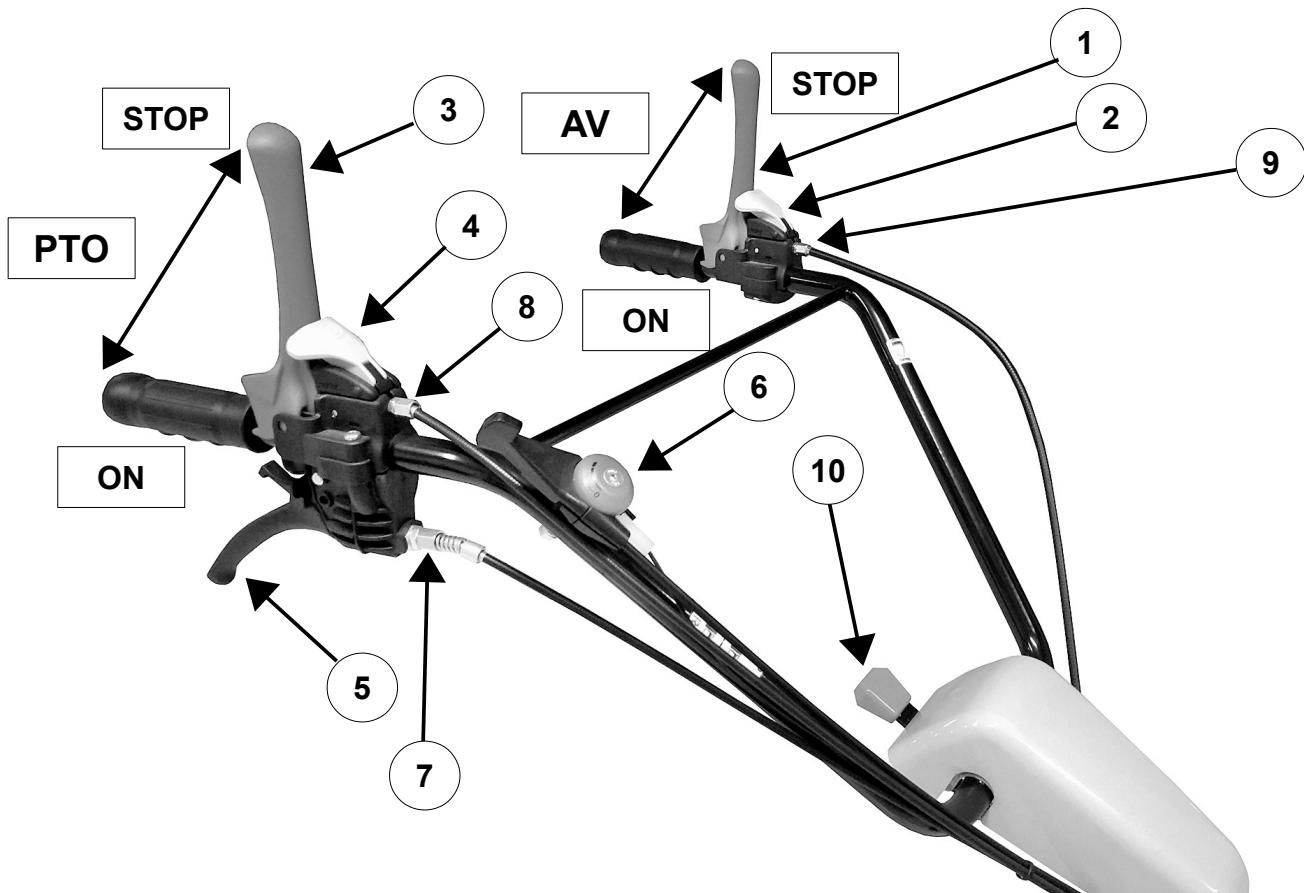

Fig. 2
- verificar que la palanca roja del embrague (fig.2, n.1) está presionada por completo y que el resorte del acople está en tensión. Al no ser así, regular el embrague por medio del registro puesto en el cable del embrague (fig. 2, n.9).
- asegurarse que la palanca roja (fig.2, n.3) está presionada por completo y que el resorte del acople de la PTO (fig.3A) está presionado también. Al no ser así, regular el embrague por medio del registro puesto en el cable del embrague (fig. 2, n.8).
- asegurarse que la manilla del acelerador (fig.2, n.6) se encuentra en la posición 0 (completamente cerrada – fig.3, n.14).
7. Después de las primeras horas de trabajo, controlar y, si necesario, regular los cables por medios de sus registros (fig. 2 n.7, 8 y 9).